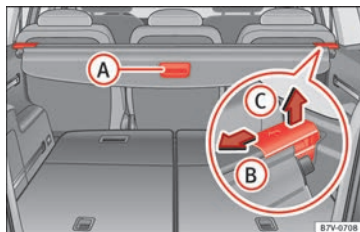

Fig. 164 En el maletero: bandeja del maletero.
- Tire de la maneta de la bandeja » » » **fig. 164**
- Desbloquee la bandeja en la dirección de la flecha » fig. 164 B.
- Presione la bandeja en el sentido que indica la flecha » fig. 164 B.
- Desbloquee la bandeja en el sentido de la flecha » fig. 164 B y levántela en el sentido de la flecha C.